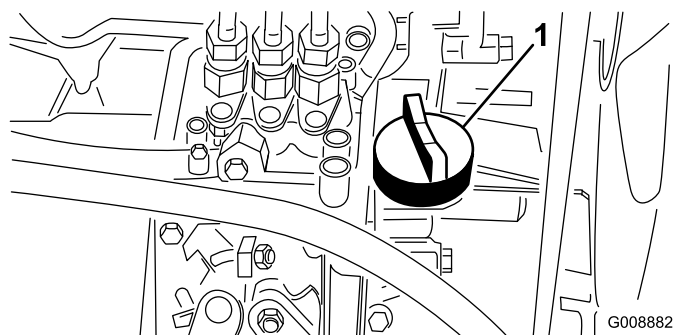

図 36
4. 不足していれば補給口キャップ（図 36）をとり、ディップスティックのFull 位置まで少量